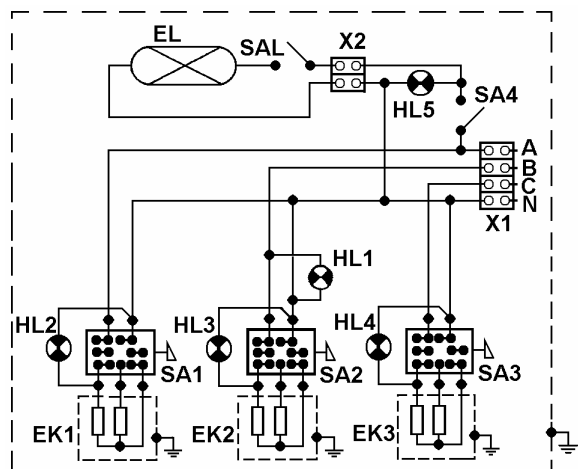

Рис. 4
8.4 Схема электрическая принципиальная приведена на рис. 4.
➤ подключить провода электросети к зажимам клеммного блока (X1, см. рис. 4), в соответствии с маркировкой (А, В, С – фазные провода, N – нейтральный провод). В случае подключения мармита к сети однофазного переменного тока, напряжением 220В, фазный провод следует подключить к одному из зажимов с маркировкой А, В или С, объединив эти три зажима перемычками;